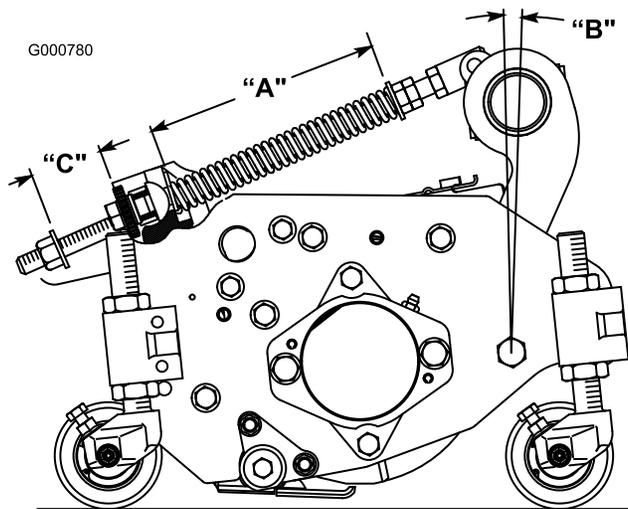

図 8
ターフ補正スプリング(図 8)は、キャリアフレームとカuttingユニットをつないでおり、前後の揺れの大きさの調整と、移動走行中や旋回動作中の地上高の調整を行っています。
1. スプリングロッド後部のロックナットを締め、スプリングブラケット後部とワッシャ前面との間のすきま (C) を 25 mm とする (図 8)。
2. スプリングロッド前部の六角ナットを締め、スプリング（圧縮状態）の長さ（A）が 203 mm になるようにする（図 8）。
注 ラフで使用する時やアンジュレーションの大きなフェアウェイを刈る時は、上記の長さ（A）を 216 mm とし、スプリング ブラケット 後部とワッシャ前面のすきま（C）を 38 mm としてください（図 8）。